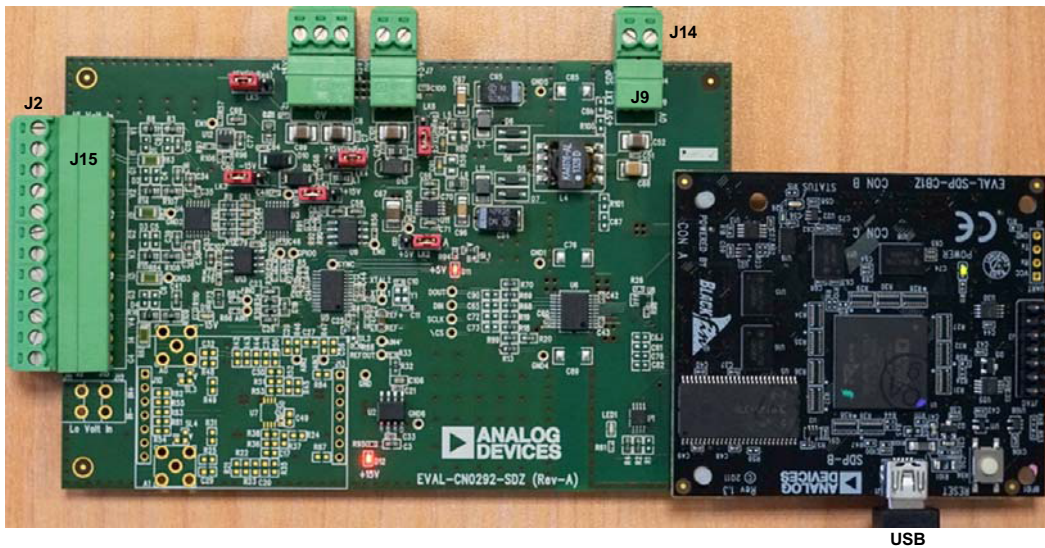

图10. EVAL-CN0292-SDZ评估板连接EVAL-SDP-CB1Z SDP板的照片
- 利用连接J14的5 V/1 A直流电源为板上电(参见图10)。